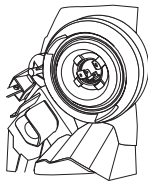

Рис. 2
- Убедитесь, что в фаре проложена герметизирующая прокладка, есть металлическая пружина или похожее устройство крепления. Установите лампу с помощью металлической пружины, как показано на рис. 2.